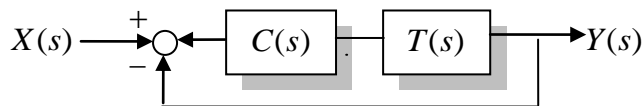

Fig.2 Schéma fonctionnel du système avec contrôleur en boucle fermée.
Ce système est inclus dans une boucle unitaire, munie d'un correcteur $C(s)$, Fig.2 :
- b- Analyser le système $(C(s)+T(s))$ donné par Fig.2 (avec correcteur) :**